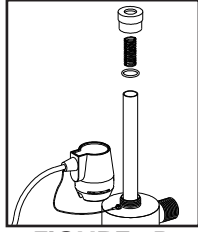

FIGURE 3B
4. Remove the retaining nut by turning counter clockwise (Figure 3A). Grasp the quartz sleeve and fully remove from the reactor chamber. As with the lamp, make sure the sleeve is removed from the reactor chamber being careful not to angle the sleeve as it is removed from the reactor (Figure 3B) to avoid breakage.
4. Après avoir enlevé la lampe UV (étape 2), enlever l'écran de retenue (rotation dans le sens inverse des aiguilles d'une montre - Figure 3A). Saisir le manchon de quartz pour le retirer complètement de la chambre du réacteur. Comme pour le cas de la lampe, et afin d'éviter le bris du manchon, veiller à ne pas incliner le manchon de quartz par rapport à la chambre du réacteur durant son extraction (Figure 3B); si la lampe est inclinée, une pression est exercée à l'intérieur du manchon de quartz, et ceci provoquera le bris du manchon.